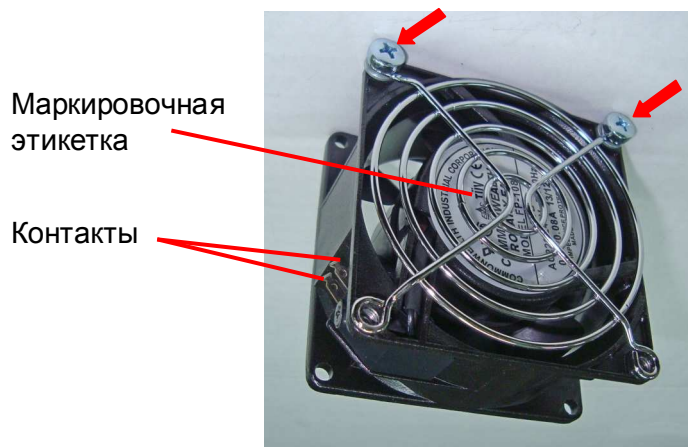

Рис. 7.15
7.6.1. Положить вентилятор на стол. Установить на вентилятор решетку, закрепить решетку, вкрутив два винта (рис. 7.15, красные стрелки).